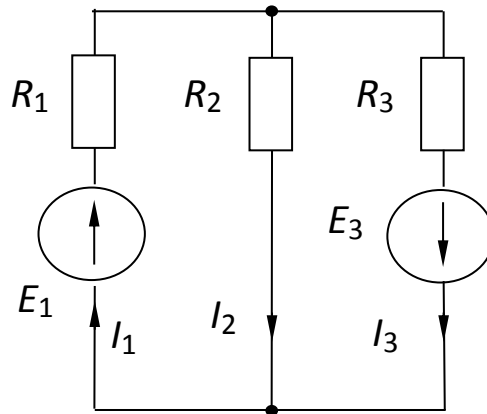

Рис. 7.1
**Задача 7.1.** В електричному колі, схема якого зображена на рис. 7.1, відомі ЕРС джерел і опори резисторів. Визначити струм у вітці 2. Параметри електричного кола:  $E_1, E_2, E_3, R_1, R_2, R_3, R_4$ , наведені в таблиці 1.1 згідно номера за списком у журналі групи.
Для знаходження струму у вітці 2 (рис. 7.1) спершу „виключимо” джерело  $E_3$ . Частинні струми у вітках 1 та 2 від дії е.р.с.  $E_1$